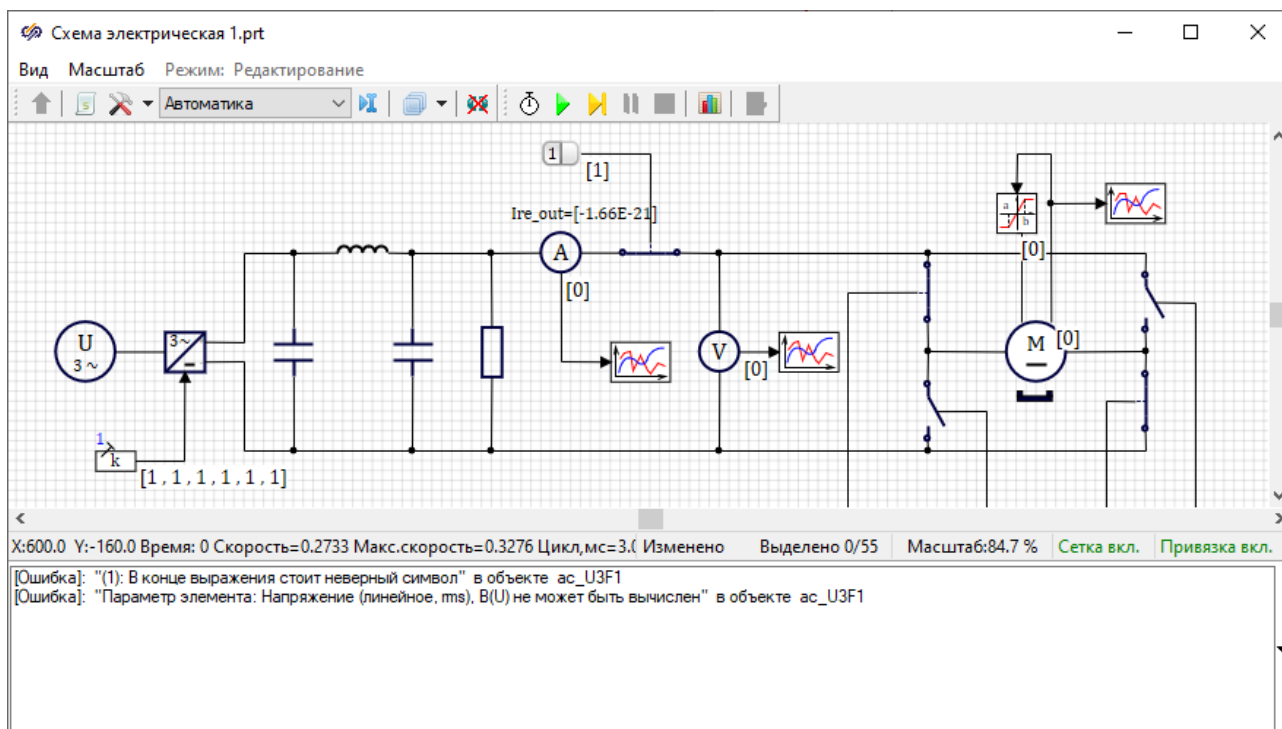

Рисунок 3.10.1. Ошибка «В конце выражения стоит неверный символ».
- 1) **«В конце выражения стоит неверный символ»** (Рисунок 3.10.1). Ошибка связана с тем, что при задании значения свойства используется неправильный символ разделения целой и дробной частей – запятая («,»). Правильным символом разделения является точка («.»).